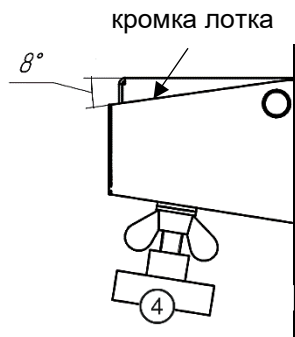

Рис. 3 Регулировка наклона столика
7.8 Столик для модели (3) может быть установлен в удобном положении наклона. Отрегулируйте угол наклона столика: ослабьте контргайку, ручкой регулировки наклона столика (4) выставите необходимый угол и зафиксируйте контргайкой. На столик нанесена разметка под углы 25, 55, 60, 65, 120°. При наклоне столика (3) параллельно кромке лотка угол наклона составит 8°. **Рис. 3**